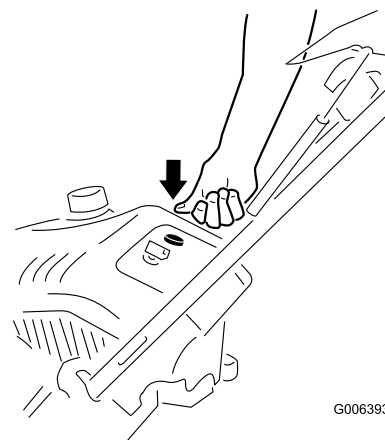

Figura15
3. Împingeți ferm pistonul cu degetul mare de 3 ori (la o temperatură de -18°C sau mai mare) sau de 6 ori (la o temperatură de -18°C sau mai mică), ținându-l timp de o secundă înainte de a-l elibera de fiecare dată (Figura15 și Figura16).